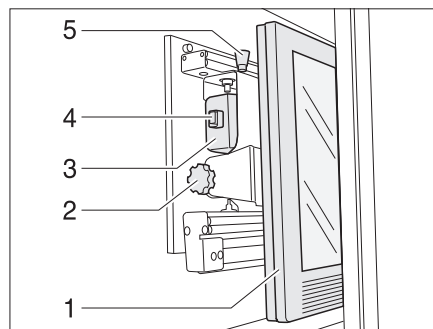

Bild 57 TV-Schrank
- Entriegelungsknopf (Bild 57,5) drücken und Halterung für den Flachbildschirm am Griffstück (Bild 57,4) bis zum Anschlag nach vorn ziehen.
- Entriegelungsknopf (Bild 57,1) ziehen und Flachbildschirm (Bild 57,2) in die gewünschte Position schwenken.
- Rändelschraube (Bild 57,3) lösen.